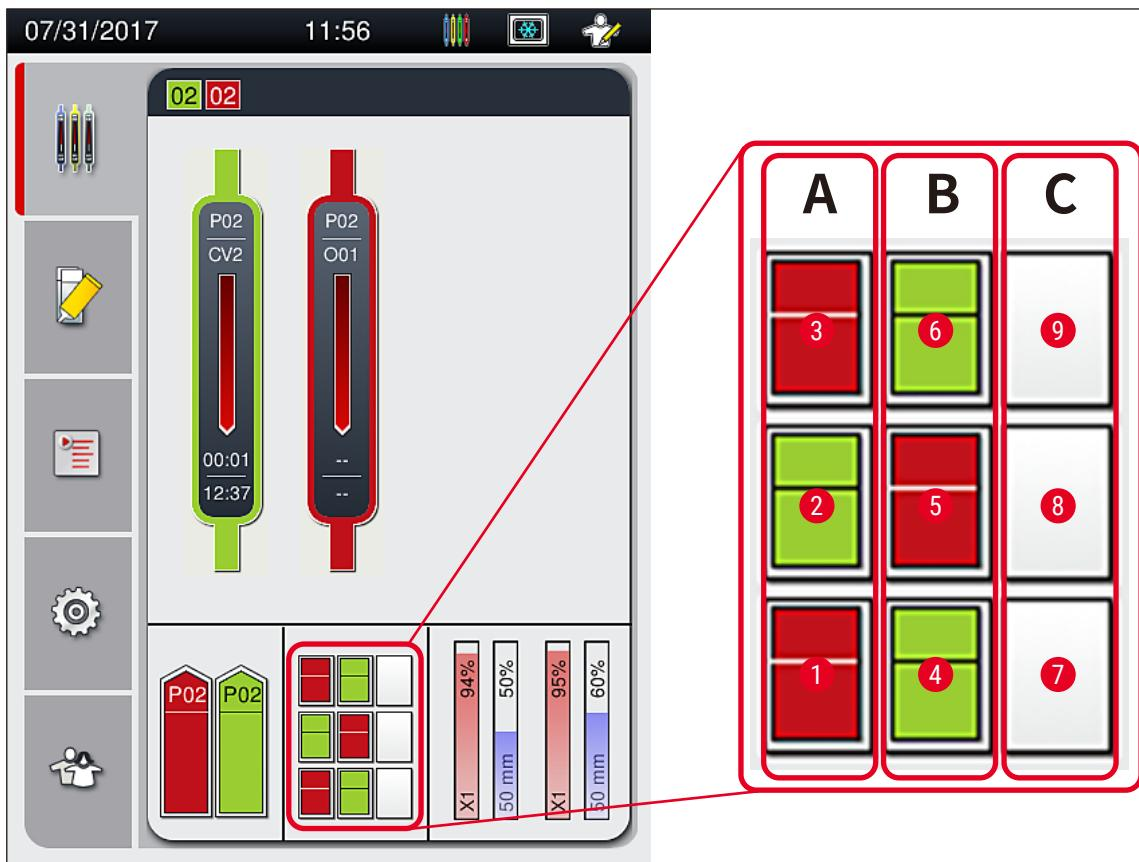

図 75
- ・取出し用待機槽は最大 9 個のラックを保持できます。取出し用待機槽内でラックは、図の A1 から C9 の番号順に、該当する位置に配置されます (→ 図 75)。